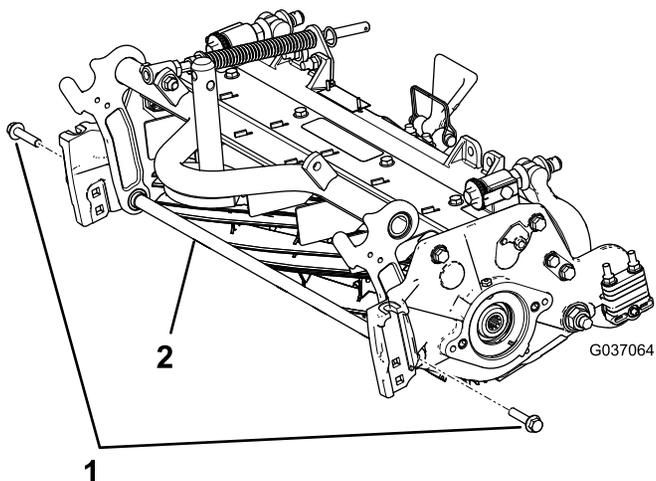

Figura 5
- A. Retire los 2 pernos con arandela prensada que sujetan la varilla de soporte y retire la varilla (Figura 5).